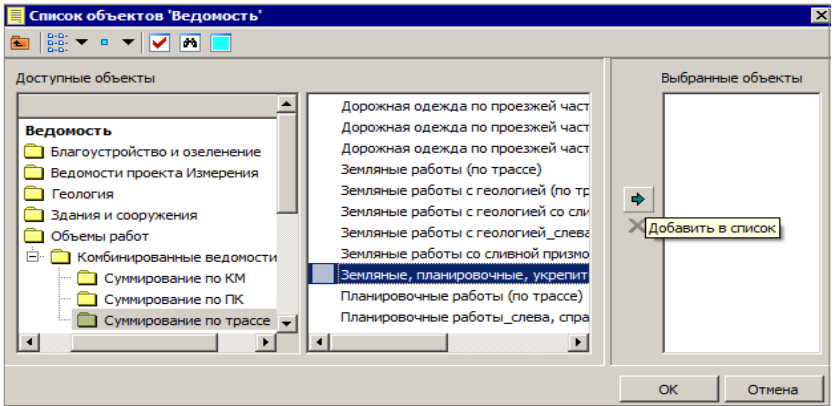

Рис. 23.9
- Из числа комбинированных ведомостей выберите ведомость для всех видов работ по устройству земляного полотна (земляные, планировочные и укрепительные работы) и нажмите кнопку **Добавить в список**  (рис. 23.9).